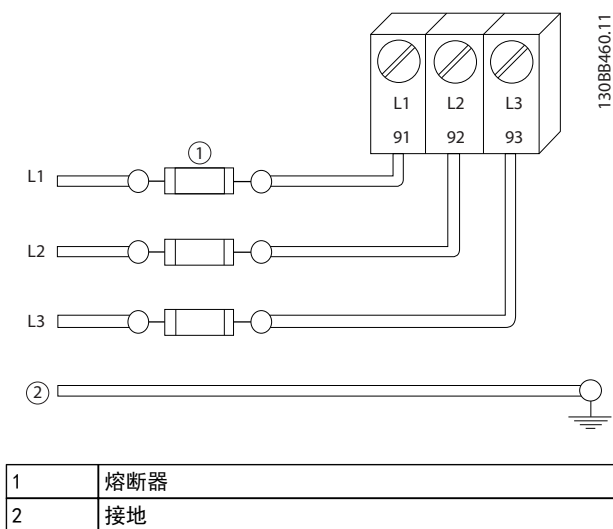

图 3.25 变频器熔断器
- 必须为所有变频器都提供短路和过电流保护。需要使用输入熔断器来提供此保护，如 图 3.25 所示。如果出厂时没有附带熔断器，则须由安装商作为安装的一部分而提供。请参阅章 11.3.1 保护中的熔断器最大额定值。